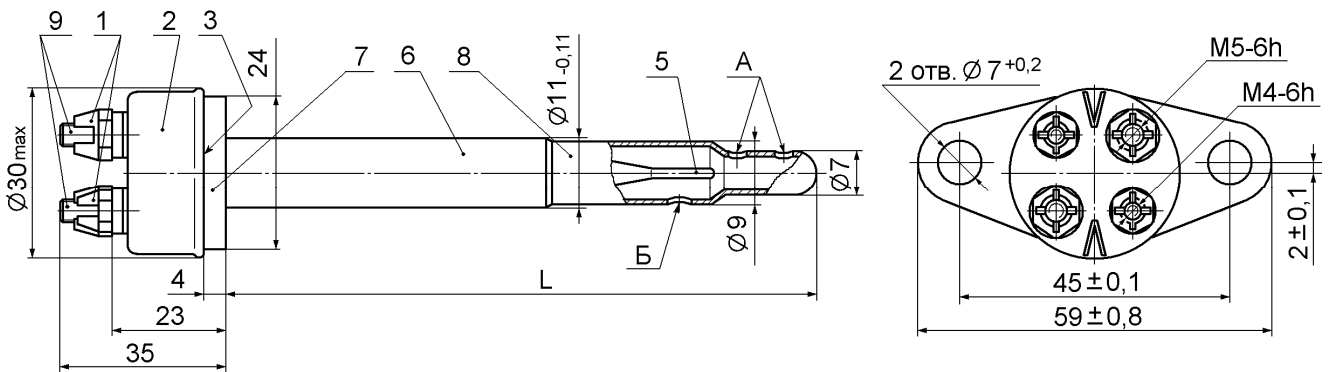

Рисунок 3 – Габаритный чертеж термопреобразователей ТХА-75К, ТХА-100К
Изоляция термоэлектродов в кабельной термовставке 5 (рисунок 3) осуществляется спрессованной окисью магния (периклазом). Кабельная термовставка проходит через всю длину корпуса 6 до самой головки 3.
2.2.6 Установите термопреобразователь на объекте в специально предусмотренном месте и закрепите крепежными деталями М6 (в комплект поставки не входят) через два отверстия диаметром 7^{+0,2} мм (см. рисунок 3). Крепежные детали после затяжки стопорите проволокой и опломбируйте пломбами. Пример установки термопреобразователя на объекте приведен на рисунке 4.